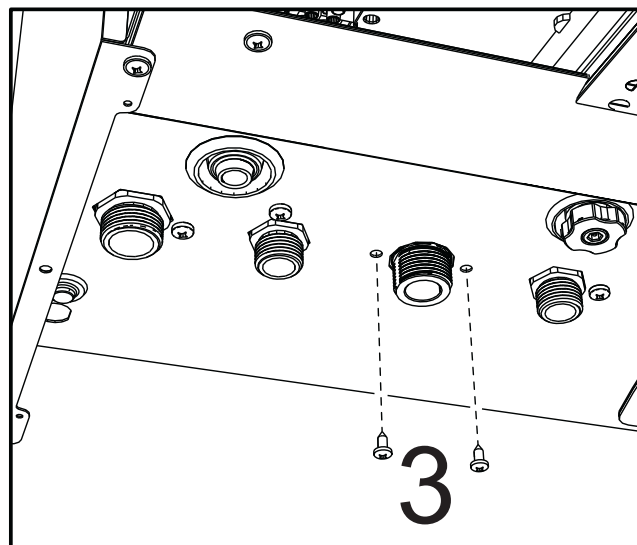

fig. 46
- Dévisser les vis « 3 » (fig. 46)